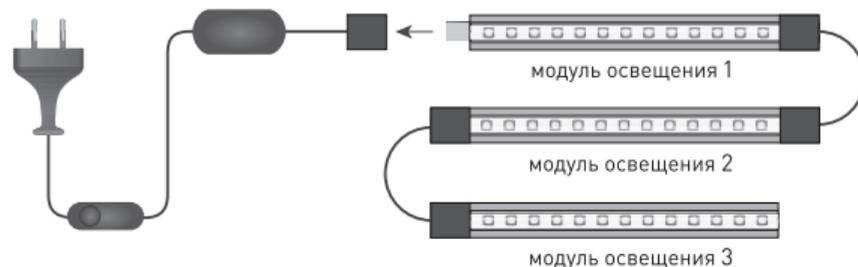

Рис.2. Соединение модулей с помощью соединительных кабелей.
2. Соединение с помощью соединительных кабелей, см. рис.2